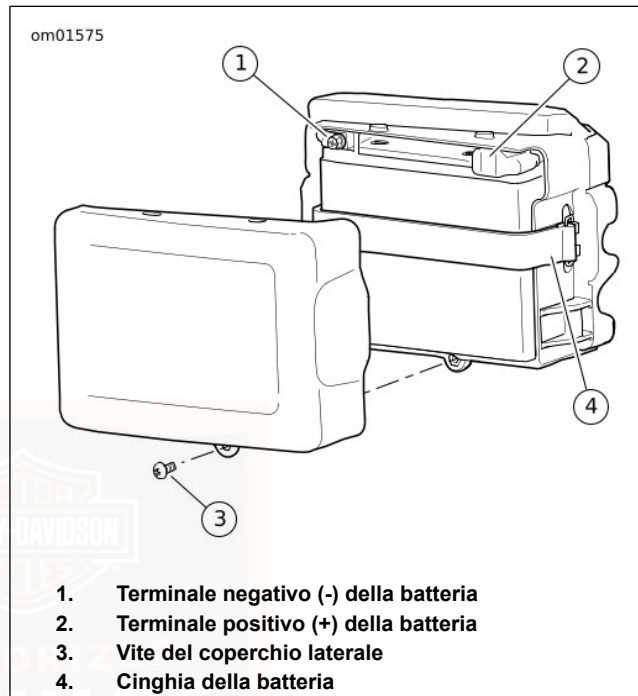

Figura 54. Batteria
2. Vedere Figura 54. Rimuovere la vite sotto il coperchio della batteria.
8. Vedere Figura 54. Installare la vite del coperchio laterale. Serrare ad una coppia di 2,26–4,52 N·m (20–40 in-lbs).